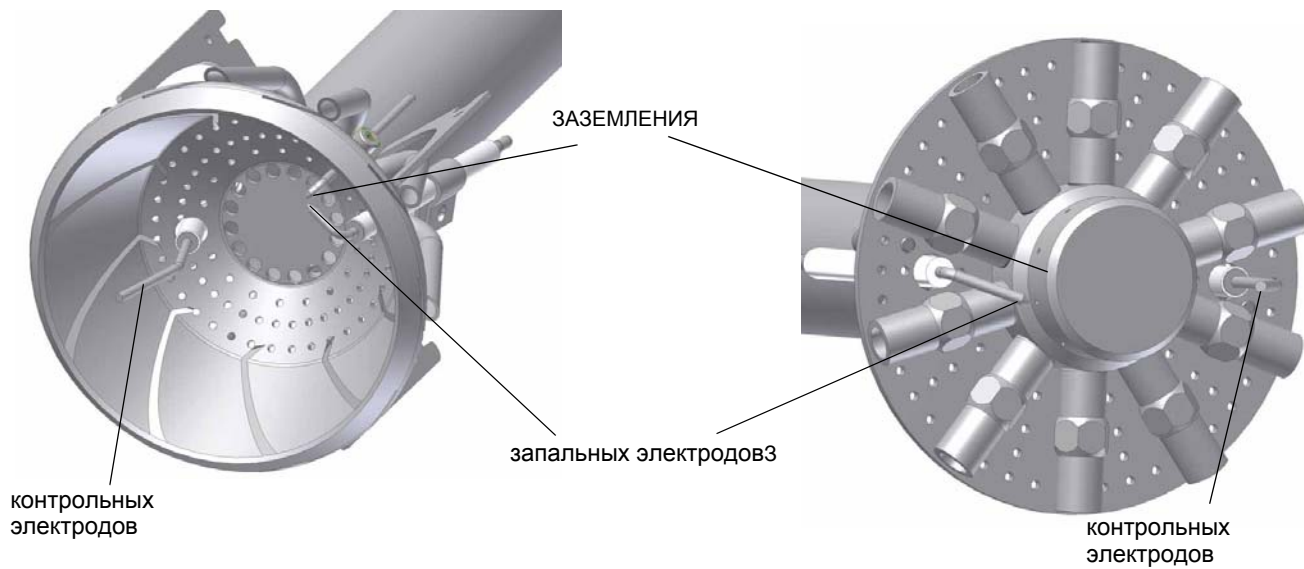

Рис. 65
- Проверьте запальный и контрольный электроды, очистите, отрегулируйте и, при необходимости, замените (см. Рис. 65). В случае, если у вас есть сомнения, проверьте систему контроля после запуска горелки, следуя схемам на Рис. 64).
ВНИМАНИЕ: чтобы не подвергать риску работу горелки, избегать контакта запальных и контрольных электродов с металлическими частями горелки (голова сгорания, сопло и т.д.). Проверять положение электродов каждый раз после выполнения каких-либо работ на голове сгорания. Убедиться, что расстояние между запальным электродом и массой составляет 4 - 5 мм. (см. Рис. 65)